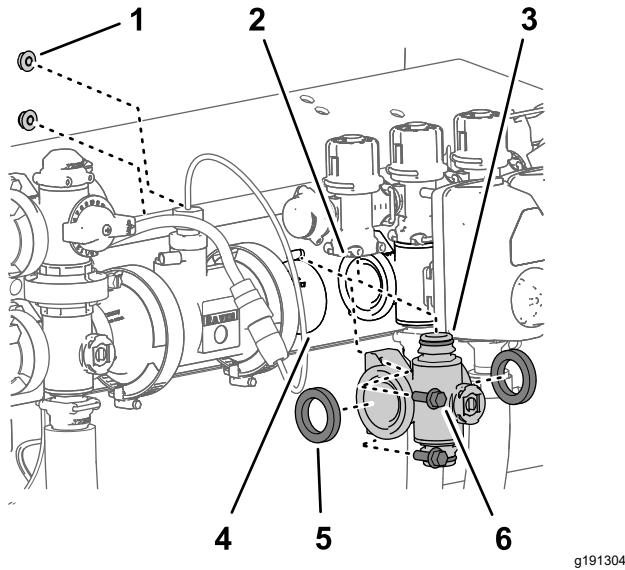

**Bild 121**
- Entfernen Sie die zwei Flanschklemmen, mit denen das Abschnittverteileventil an den Flanschen der danebenliegenden Komponenten befestigt ist (Bild 121).